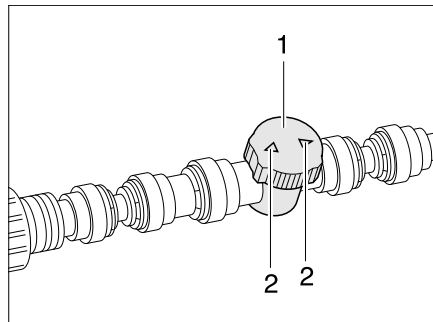

Bild 113 Regler Fußbodenerwärmung/
- Den Regler (Bild 113,1) auf die gewünschte Durchflussleistung stellen (max. Durchfluss = Pfeile (Bild 113,2) in Leitungsrichtung).
- Den Regler (Bild 113,1) so drehen, dass die Pfeile (Bild 113,2) quer zur Heizleitung stehen.